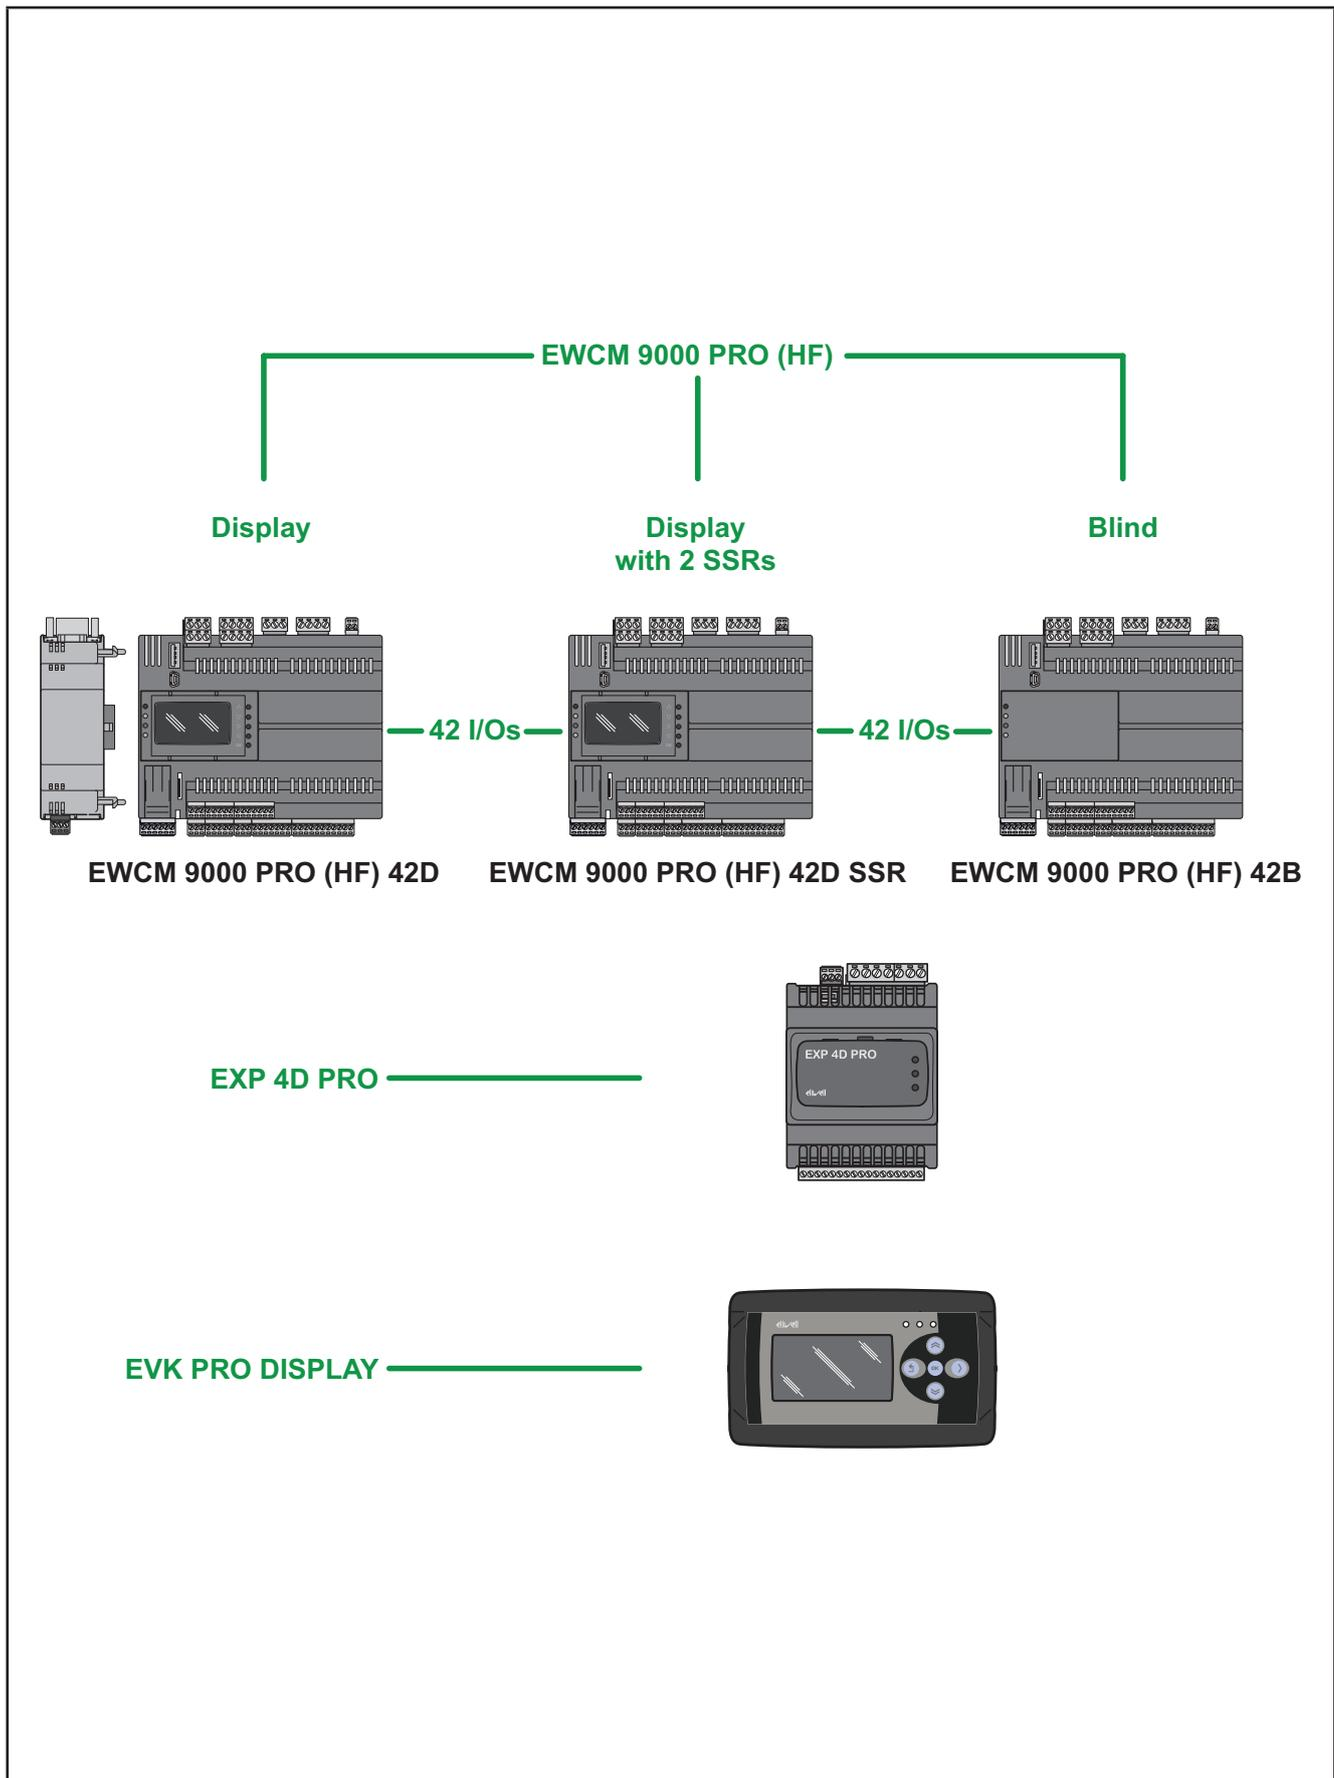

Fig. 1. Oferta EWCM 9000 PRO
A oferta **EWCM 9000 PRO (HF)** (ver a **Fig. 1 na pág. 14**) é constituída por: